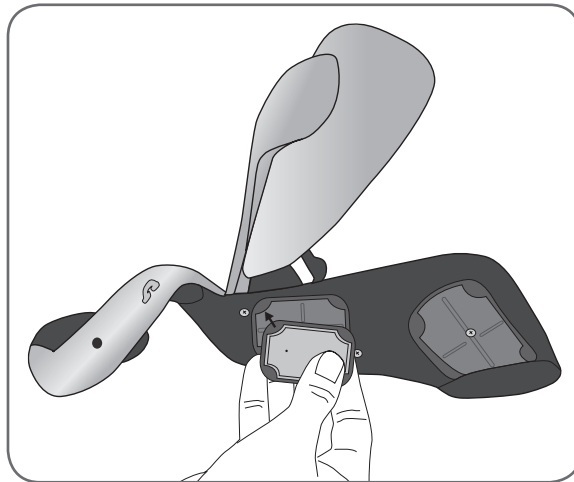

Abbildung 8-7: Einlegen der Gewebeelektrode Nr. 5 in die Elektrodenbasis Nr. 5
7. Bringen Sie die Gewebeelektroden Nr. 1, 2, 4 und 5 so an der Elektrodenbasis an, dass der weiße Punkt an der Elektrode in Richtung Basis zeigt. Führen Sie die Ecken der Gewebeelektrode in die Elektrodenbase ein (siehe Abbildung 8-7).